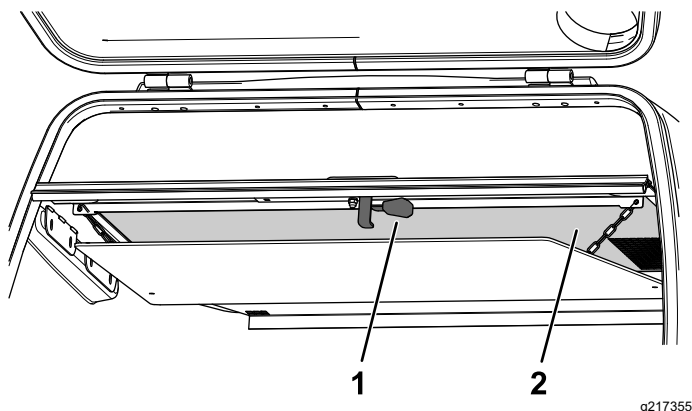

Figura 138
2. Tragei în jos maneta de eliberare de pe partea inferioară a scutului buncărului (Figura 138).